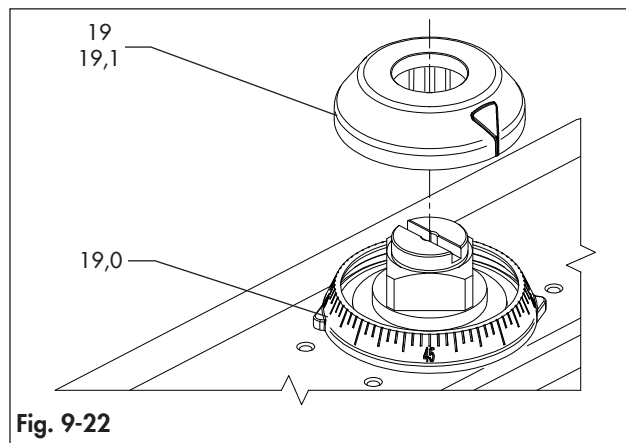
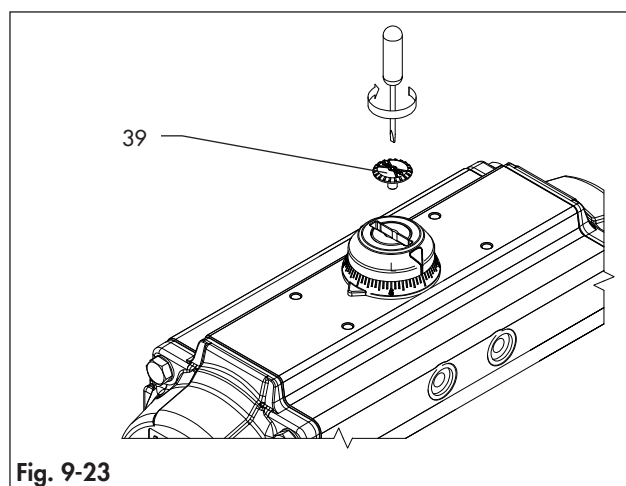

Fig. 9-22
Fig. 9-23
Consulte a Fig. 9-1, Fig. 9-22 e Fig. 9-23.
- Aperte o parafuso indicador (39), se houver. (Fig. 9-23)